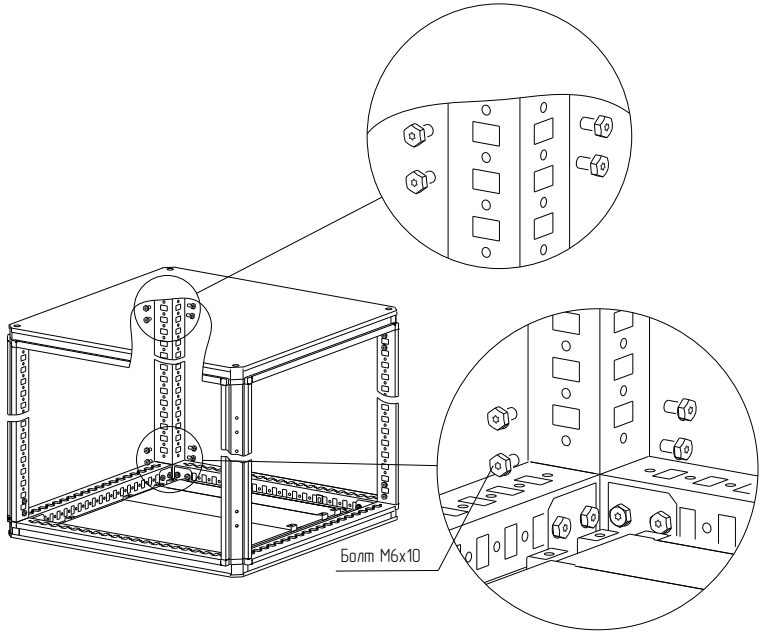

Рисунок 3
4.1.6 Закрепите стойки на основании и крышу на стойках болтами М6×10. Момент затяжки – 10 Н·м (рисунок 3).